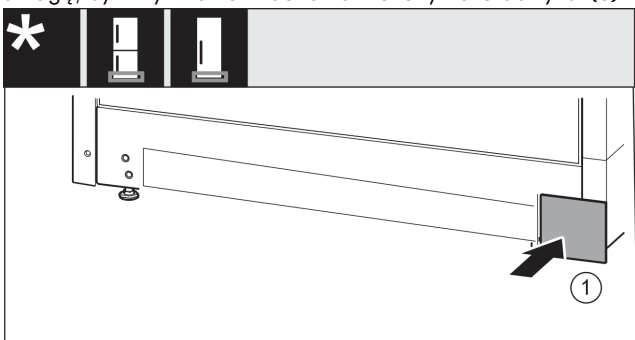

Fig. 37
- Osłonę założyć ponownie z drugiej strony. Fig. 37 (1)